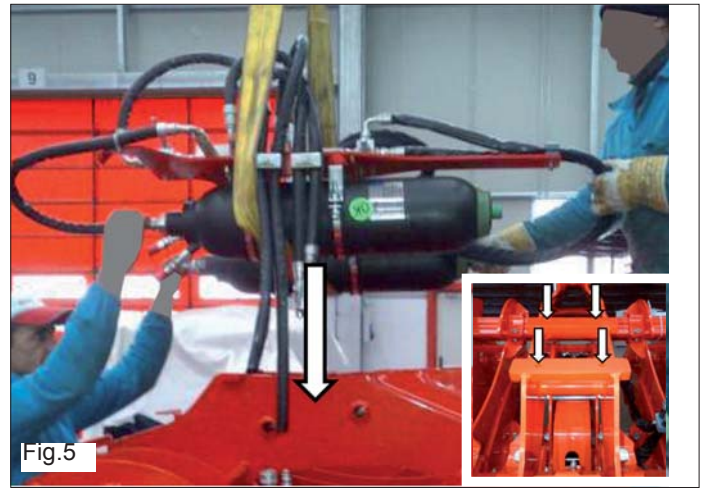

Fig.5
1. Posicione la unidad acumuladores sobre la máquina y fije la unidad acumuladores sobre los orificios correspondientes con los 4 tornillos M12.(Fig.5)